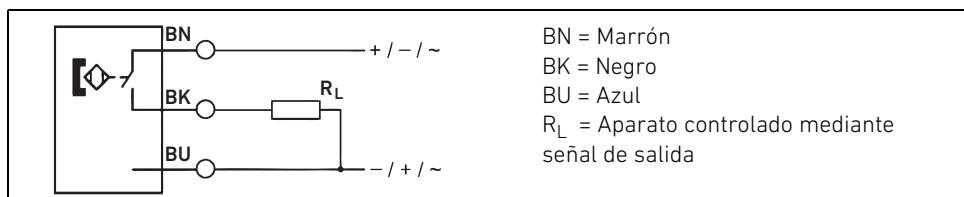

Fig. 8: Conexión del sensor
5. Conecte los sensores tal y como se muestra en la Fig. 8.
3. Coloque el sensor en el portasensor y conéctelo según la Fig. 8 en la página 131.